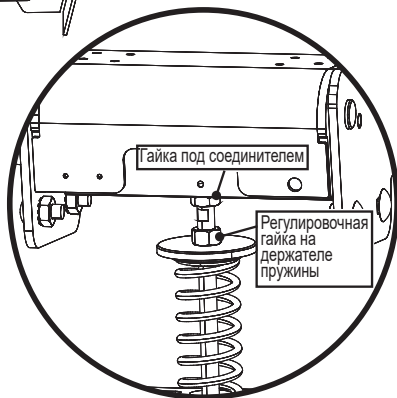

Рисунок 1
- 2 Накиньте ключ на 17 мм на гайку в верхней части держателя пружины (см. рисунок 1).
- 3 Если вы хотите, чтобы купол легче поднимался, вращайте ключ на 17 мм по часовой стрелке, как показано на рисунке. Снимайте ключ и проверяйте ход купола после каждого полного оборота гайки. Если вы хотите, чтобы купол тяжелее поднимался, вращайте гайку против часовой стрелки. Снимайте ключ и проверяйте ход купола после каждого полного оборота гайки. Не допускайте контакта гайки с гайкой под соединителем (см. рисунок 1).